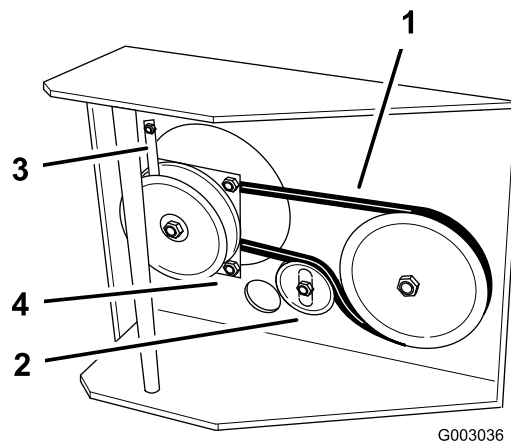

Figura 43
7. Desenganche el retén del embrague y retire el retén (Figura 43).
8. Afloje el perno de montaje de la polea tensora lo suficiente para poder desplazar la polea tensora, y retire la correa de tracción de la polea de la transmisión y del embrague (Figura 43).
10. Enganche el retén del embrague al embrague y fíjelo al bastidor con el perno de montaje del motor (Figura 43).
11. Apriete el perno del pivote a 19-24 Nm (170-220 pies-libra) (Figura 43).